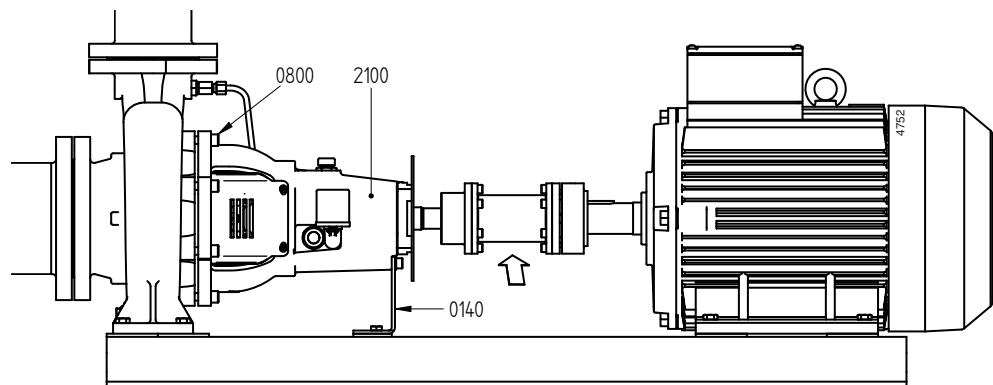

图 12: 背部拉出原理。
- 3 将托臂支座 (0140) 从底板上松开，请见 图 12。